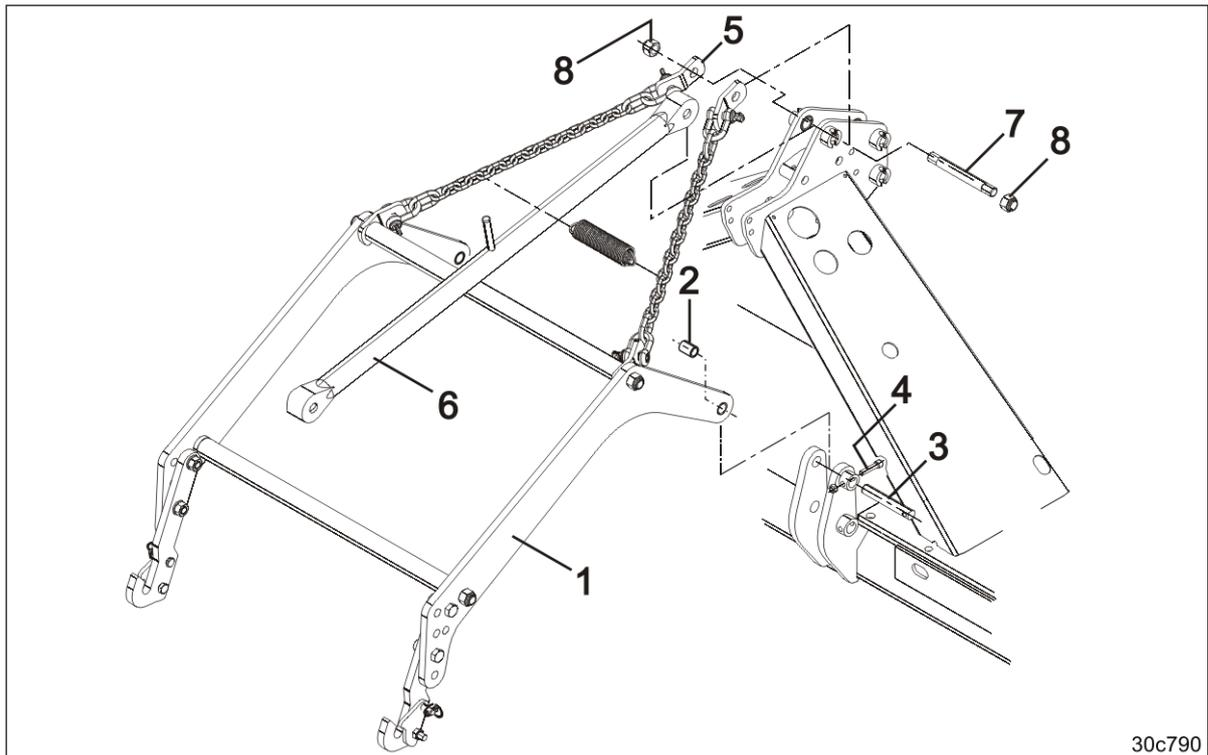

Fig. 79
1. Die Kupplungstragarme (Fig. 79/1) in einen Kran einhängen.
2. Die Kupplungstragarme zusammen mit zwei Distanzhülsen (Fig. 79/2) an der Bodenbearbeitungsmaschine mit zwei Bolzen (Fig. 79/3) abstecken.
3. Die Bolzen mit Schrauben (Fig. 79/4) und Muttern sichern.
4. Die Ketten (Fig. 79/5) zusammen mit dem Oberlenker (Fig. 79/6) an der Bodenbearbeitungsmaschine mit einem Bolzen (Fig. 79/7) abstecken.
5. Den Bolzen mit zwei Sicherungsmuttern (Fig. 79/8) befestigen.